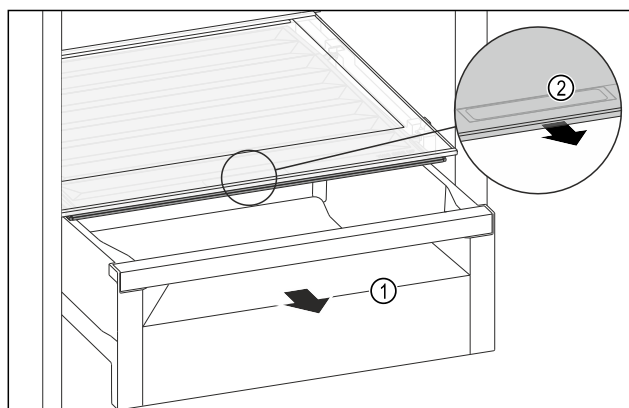

Fig. 145
- ▶ Izvelciet atvilktni Fig. 145 (1).
- ▶ Satveriet nodalījuma vāka roktura padziļinājumu Fig. 145 (2) un vienlaikus pavelciet nodalījuma vāku uz priekšu.